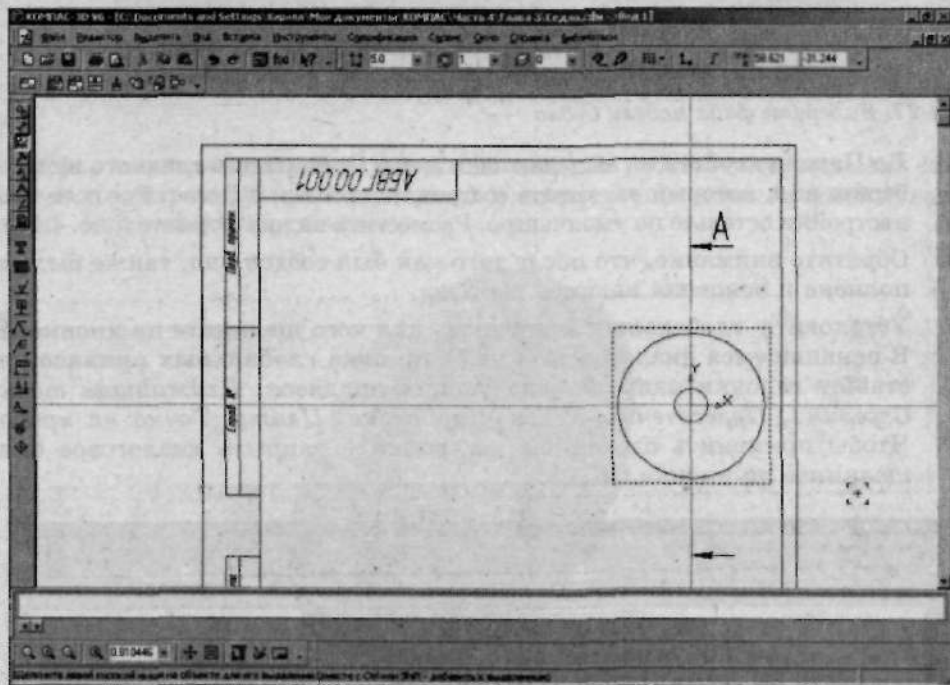

Рис. 4.29. Создайте линию разреза детали
8. Перейдите на инструментальную панель **Обозначения** и щелкните по кнопке  (Линия разреза). Задайте вертикальную линию разреза. На **Панели свойств** выберите требуемое направление взгляда, после чего щелкните по кнопке  (Создать объект). В результате рабочее поле чертежа должно выглядеть так, как показано на рис. 4.29.